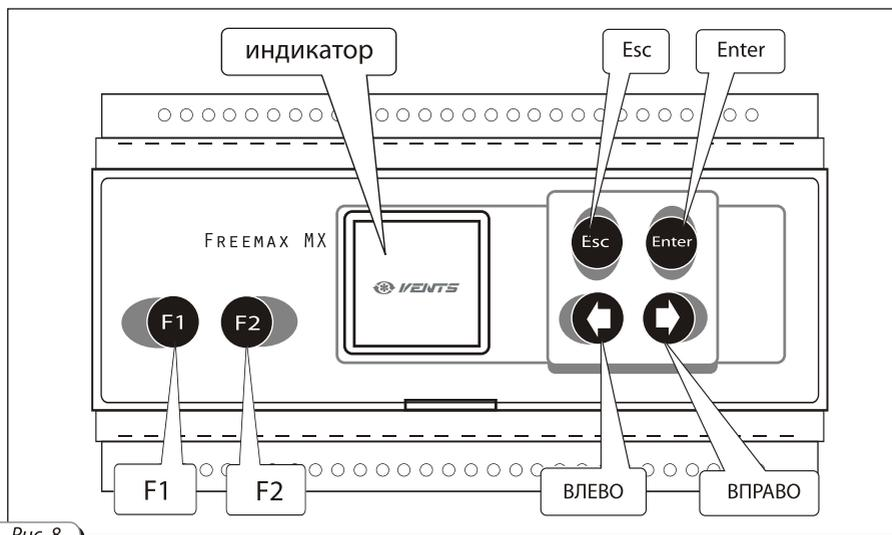

Рис. 8
При возникновении хотя бы одной из перечисленных выше аварий САУ блокирует работу вентиляторов и загорается индикатор 2 (см.рис.8) на панели контроллера. Все аварии расшифровываются на индикаторе контроллера (см.таблицу).
При возникновении неисправности циркуляционного насоса, или при отсутствии теплоносителя в воздушонагревателе, загорается индикатор 2 (см.рис.8) на панели контроллера, при этом циркуляционный насос воздушонагревателя отключается, а вентиляторы продолжают работать. После устранения неисправности циркуляционный насос запустится автоматически при повторном перезапуске системы.
Авария «U3» - **недогрев**, возникает в случае, если в в режиме «Зима», в конце прогрева воздухонагревателя температура обратного теплоносителя не поднялась выше заданного значения (значение критической температуры, при которой срабатывает защита, задается из меню контроллера, параметр Q-03 (см.таблицу), заводская установка +20°C). При возникновении данной аварии запуск вентиляторов блокируется и загорается индикатор 2 (см. рис.8) на панели контроллера. Снятие аварийной сигнализации «Недогрев»осуществляется автоматически при повторном перезапуске системы, при этом индикатор 2 (см.рис.8) на панели контроллера гаснет, после этого вентилятор снова запустится.
**При появлении любой из перечисленных в таблице аварийной ситуации на передней панели контроллера загорается индикатор «Авария» (см.рис. 8). Реакция системы на ту или иную аварию описана в таблице. В контролере предусмотрена функция автоматического сброса аварий при повторном переключении системы с пульта дистанционного управления, при условии исчезновения причины аварии. Эта функция не относится к аварии O2 (загрязнение фильтра). Для деблокирования аварии O2 необходимо произвести очистку фильтров (см.Техническое обслуживание).**